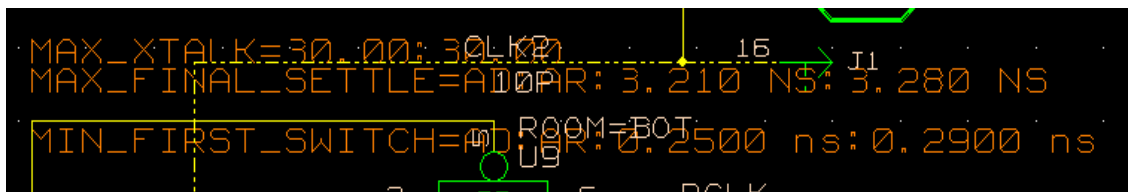

图 7-2 网络 RESETL 约束显示
13. 放大网络 RESETL 约束显示区域，请见图 7-2。